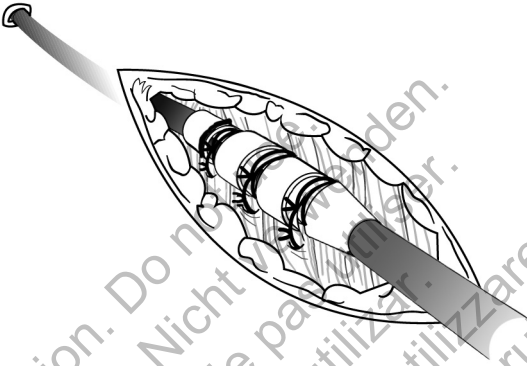

Abbildung 11. Beispiel für eine perkutane Implantation mit Nahtmanschette
1. Ziehen Sie die Einführschleuse ab, und schieben Sie die distale Nahtmanschette tief in das Gewebe hinein (Abbildung 11 Beispiel für eine perkutane Implantation mit Nahtmanschette auf Seite 28).